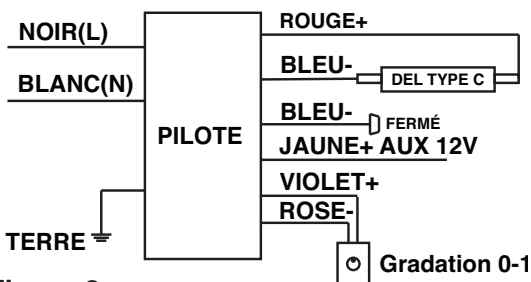

Figure 3a
Étape 7: Pour le câblage à deux bouts, consulter les **Figure 3a, 3b, 3c or 3d**.